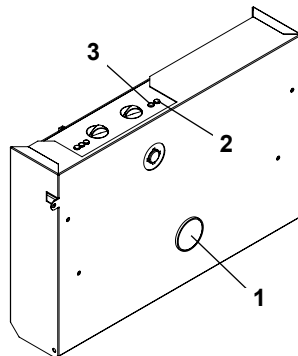

Figura 3.3
Se sul display si visualizza una anomalia **01E** la caldaia è in blocco di sicurezza e **la lampada di blocco della caldaia 2 in Figura 3.3 è accesa.**
**Per ripristinare il funzionamento dalla caldaia,** premere il pulsante di ripristino (3) presente nel pannello comandi in Figura 3.3.
### **Pressione bassa del termomanometro 1 in Figura 3.3**
Controllate sul termomanometro 1 in Figura 3.3 che la pressione del circuito di riscaldamento non sia prossima a 3 bar; in questo caso si consiglia di scaricare parte dell'acqua dell'impianto attraverso le valvole di sfogo d'aria presenti nei termosifoni in modo da riportare la pressione ad un valore regolare.